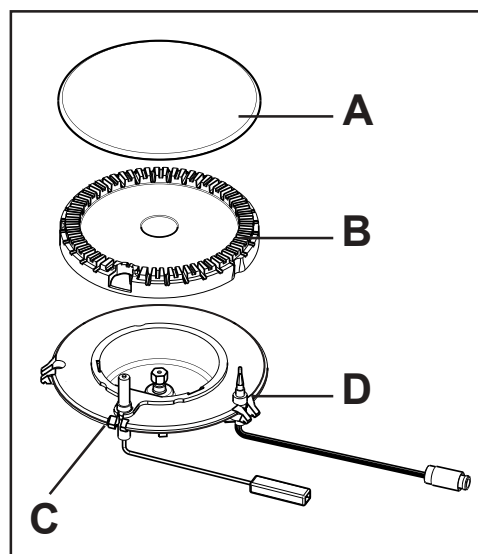

Fig. 1
2. Manter o manípulo premido durante cerca de 5 segundos para que o dispositivo de segurança (Fig. 1 - "D") mantenha acesa a chama automaticamente.
Se após algumas tentativas o bico não se acender, controlar que as tampas (Fig. 1 - "A") e os espalhadores (Fig. 1 - "B") dos bicos estejam colocados corretamente.
- Deve-se proceder regularmente a uma limpeza dos acendedores (Fig.1 - "C") com água quente e detergente, tendo cuidado em eliminar todas as possíveis incrustações.